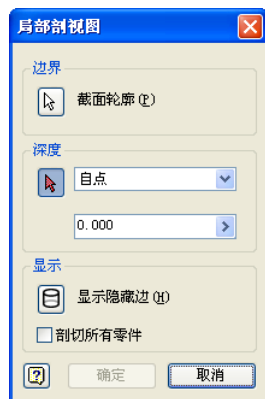

图 5-28 “局部剖视图”对话框
(1) 单击【放置视图】标签栏【创建】面板上的【局部剖视图】工具按钮，然后选择图纸内的一个已有的视图，这时打开【局部剖视图】对话框，如图 5-28 所示。